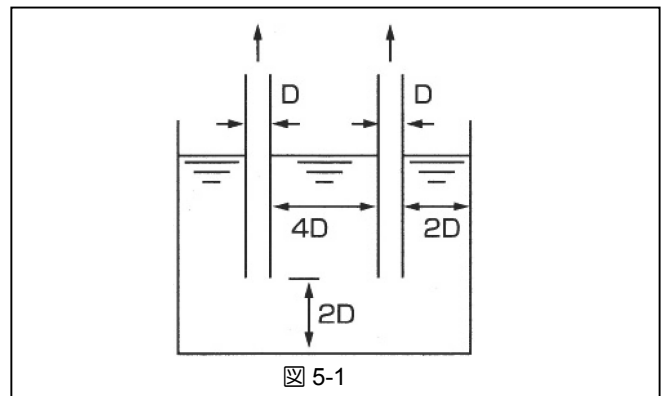

図 5-1
- (1) 吸込管の位置は、槽壁および底面に接しないよう適当な間隔を置き、吸込管の全周から、まんべんなく液が流入するようにしてください。
- (2) 2 本以上の吸込管を隣接する場合は、図 5-1 に示すように、その間隔を保つようにしてください。